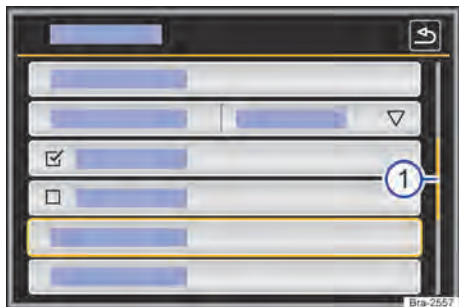

Fig. 118 Representação esquemática: entradas da lista no menu de configurações.
As entradas de lista podem ser acessadas pelo toque direto no display ou por meio do botão de regulação → Fig. 118 ④.
Se em uma exibição de lista houver mais registros selecionáveis do que podem ser visualizados, são mostradas superfícies de função para a rolagem ou uma barra de rolagem à direita na imagem → Fig. 118 ①.